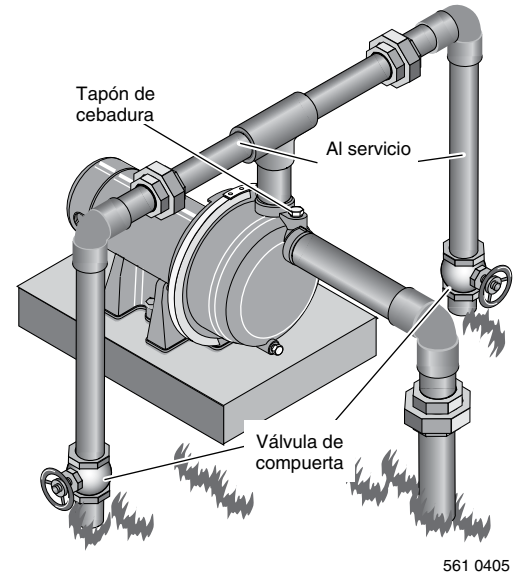

Figura 7 – Descarga múltiple
La descarga de la bomba se puede dividir para alimentar dos (2) o más sistemas de regado. La Figura 7 ilustra una descarga de servicio múltiple.